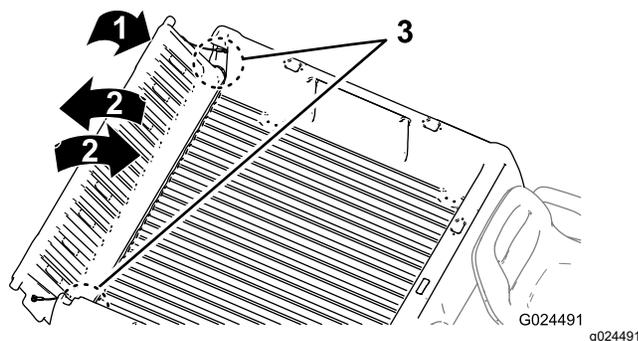

図 17
2. テールゲートを 45°程度の角度にする 図 17。
3. この位置から、テールゲートを小刻みに前後に振るよう数回往復させる 図 17。